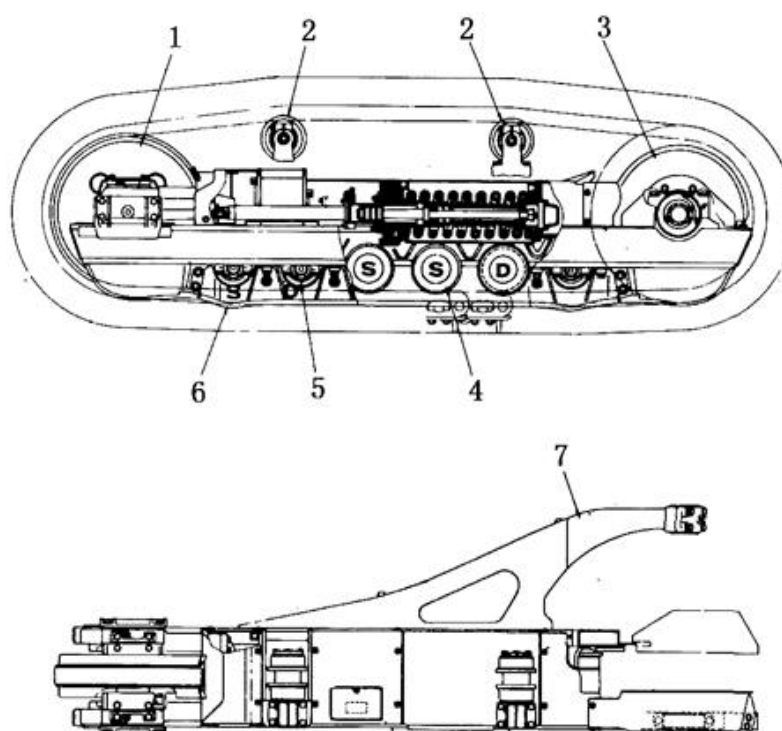

Рис. 5-45 Система ходовой части модели бульдозера SD22
5.10 Ходовая часть (см. Рис. 5-45 и 5-46)